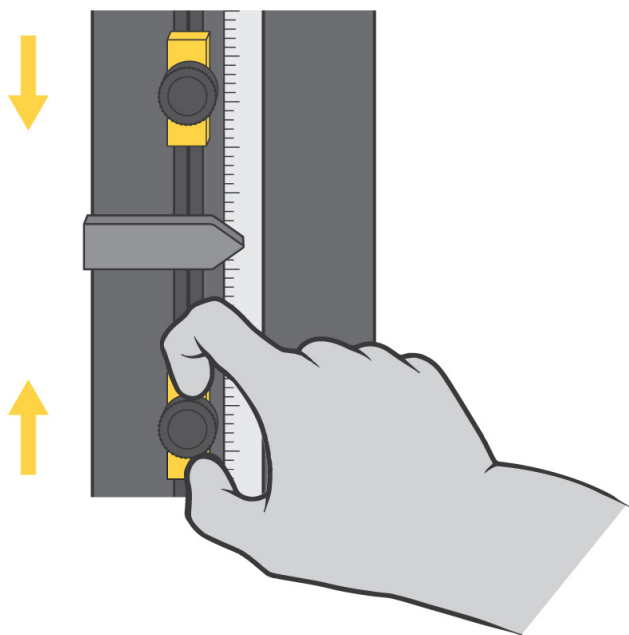

Figure 26. Réglage des butées de fin de course
Les butées de fin de course de traverse sont constituées par deux blocs réglables montés sur la tringle des contacteurs de fin de course située dans la colonne de la machine, comme illustré en Figure 26 à la page 132. Les butées de fin de course (1 et 2) possèdent des vis moletées qui peuvent être serrées et desserrées à la main de manière à les fixer dans une position quelconque sur la tringle des fins de course. Positionnez ces butées légèrement au-delà des paramètres d'essai pour éviter tout dépassement de course de la traverse. Lorsque la traverse atteint sa course maximale prédéfinie, la came de commande du contacteur fin de course (3) entre en contact avec la butée correspondante. Ce contact entre la came et la butée déplace la tringle des fins